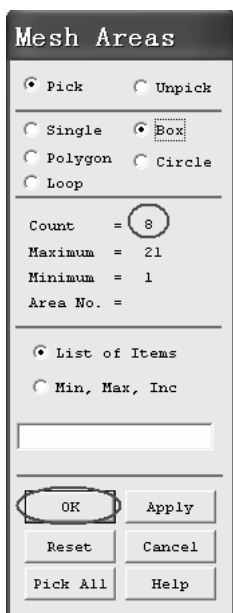
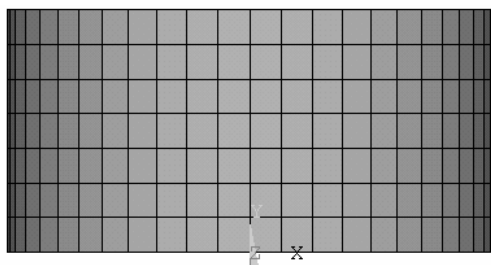

图 10-81 “Mesh Areas” 窗口
图 10-82 划分网格后的上模
(5) 用鼠标“框选”(即按住左键不放, 移动鼠标, 拉出一个方形区域, 把要选的图形包在方形区域里面)上模, 注意不要选到钢带。此时“Mesh Areas”窗口中的“Count”=“8”, 然后单击“OK”按钮 (见图 10-81)。完成上模的网格划分 (见图 10-82)。
(6) 依次选择 Utility Menu>Plot>Areas。